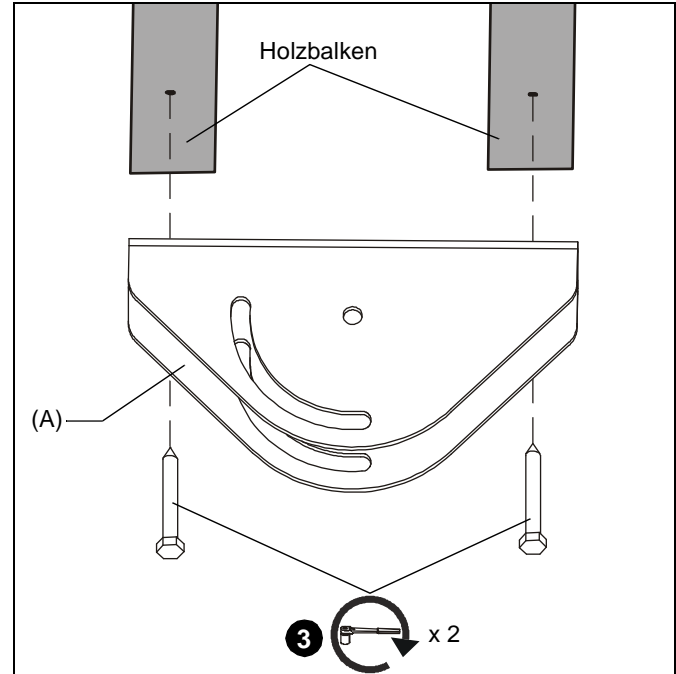

Abb. 2
3. Führen Sie zwei Ankerschrauben der Klasse 2 (nicht mitgeliefert), Mindestgröße 3/8" x 2-1/2", den CPA395 (A) und schrauben Sie sie in die Holzbalken (Siehe Abb. 2).